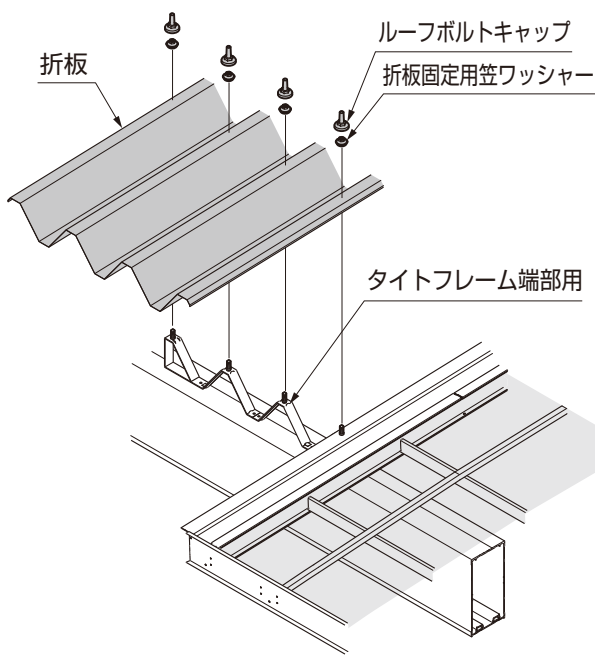

図7-6 折板の取付け
- ⑧折板をタイトフレーム端部用の剣先にルーフボルトキャップ、折板固定用笠ワッシャーで取付けてください。(図7-6参照)